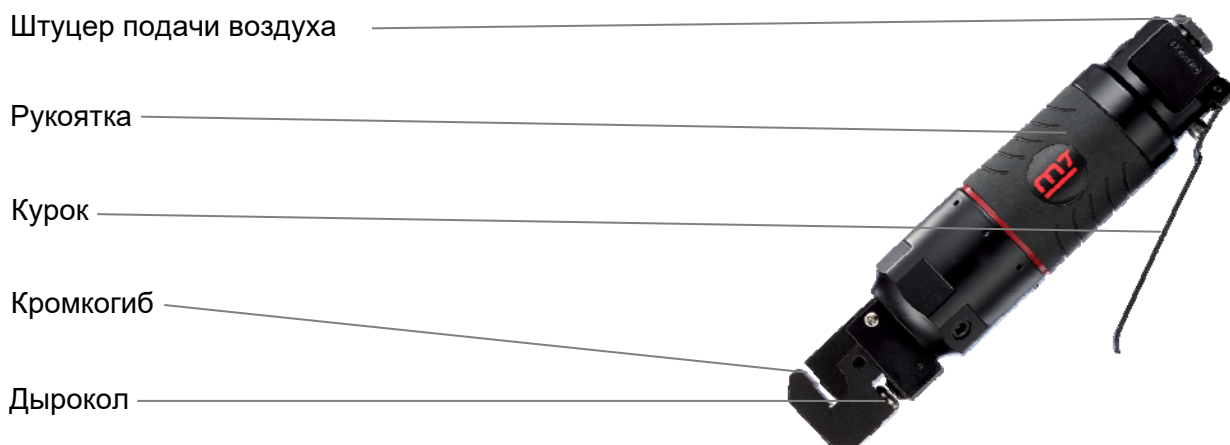

Рис. 1
- Управление пневматическим дыроколом кромкогибом осуществляется с использованием курка (Рис. 1), который находится под указательным пальцем.